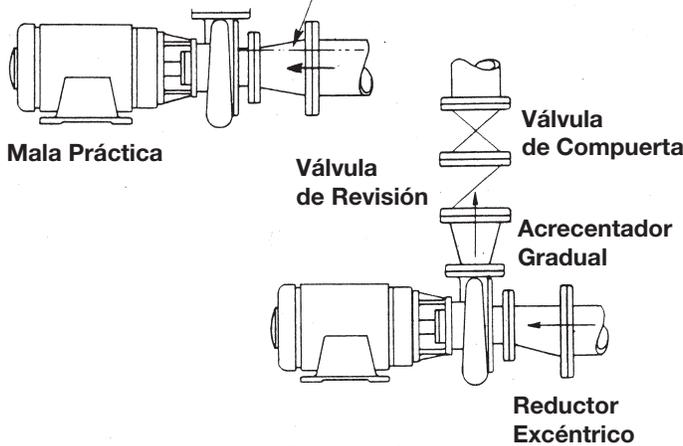

Fig. 6
**TUBERIA** — Puede ahora ser instalada asegurándose de apoyar la tubería independientemente de la bomba. Nunca use una tubería más pequeña que el tamaño de succión y descarga de la bomba preferiblemente más grande especialmente en la succión (uno o dos tamaños más grande). La línea de succión debe estar colocada horizontalmente o con una inclinación gradual hacia arriba hacia la bomba. No debe haber ningún punto donde el aire pueda acumularse y causar que la bomba pierda cebado. Use reductores excéntricos desde la tubería de succión más grande hasta la entrada de la bomba previniendo la formación de cavidades de aire en la tubería (Fig. 6). Corra la tubería tan recta como sea posible con un mínimo de codos y accesorios. Nunca coloque un codo de línea de